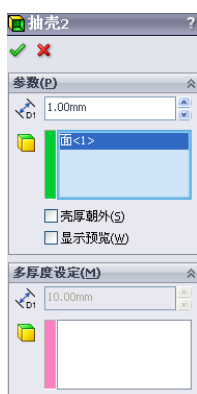
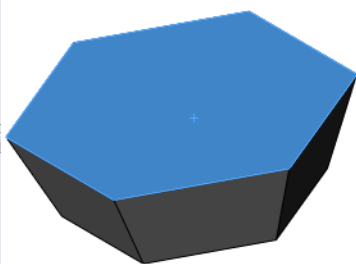

图 10-100 进行抽壳操作
图 10-101 抽壳后的实体
(4) 生成“抽壳”特征。选择菜单栏中的“插入”→“特征”→“抽壳”命令, 或者单击“特征”工具栏中的 (抽壳) 按钮, 系统弹出“抽壳”属性管理器, 在“厚度”栏中输入值“1”, 单击实体表面作为要移除的面, 如图 10-100 所示, 然后单击 (确定) 按钮, 结果如图 10-101 所示。